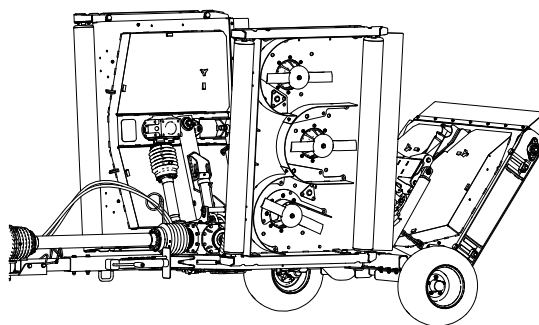

図 69
2. デッキを上昇させてロックし、エンジンを停止し、キーを抜き取る 図 69。